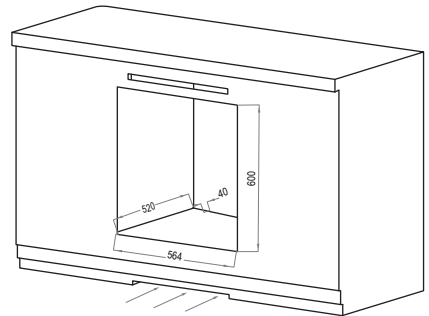

fig.4
5. Haga una apertura con las dimensiones entregadas en el diagrama para empotrar el horno. Opcionalmente puede dejar 40mm de ventilación en la parte posterior del horno o en la parte inferior de éste (fig.4 y fig.5).